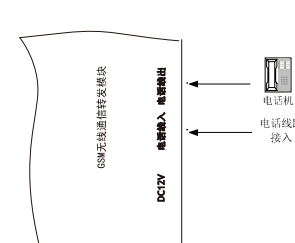

图3 模块连接电话机测试示意图
- 也可将普通电话机直接接在 GCR 模块的电话输出端口上（如图 3），直接拨打其他电话进行通话测试。